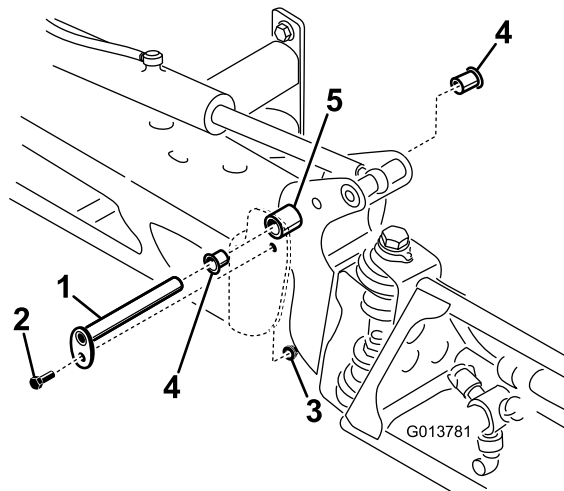

Figura 98
3. Con el peso del brazo apoyado, retire el perno y la tuerca que fijan el pasador de giro al conjunto del brazo (Figura 98).
4. Retire el pasador de giro (Figura 98).
6. Retire los casquillos de nylon desde delante y desde detrás del soporte pivote e inspecciónelos (Figura 98).
8. Instale el conjunto de brazo y soporte del pivote en el bastidor central, alineando los orificios (Figura 98).